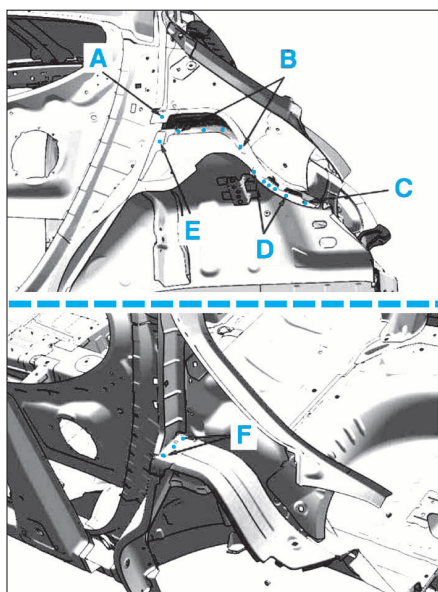

FIG. 49
• Dépointer aux endroits indiqués le renfort supérieur en A à F (Fig.49), puis le renfort latéral en G à M (Fig.50).